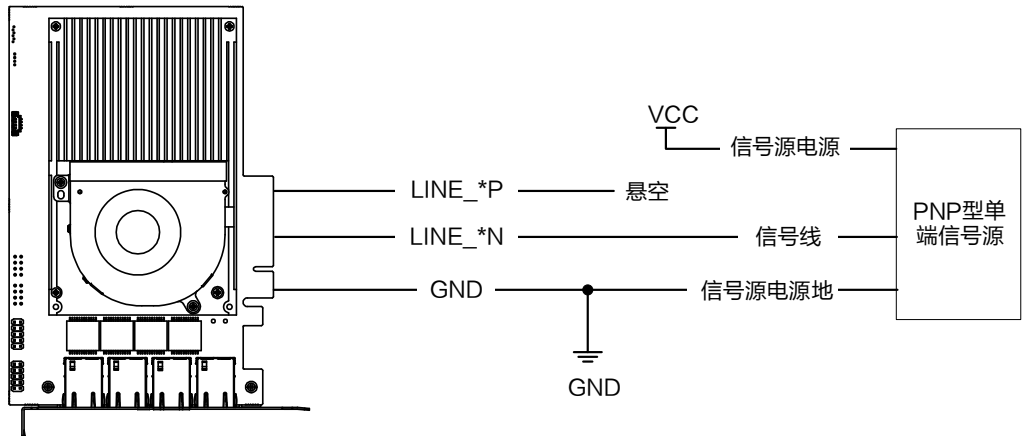
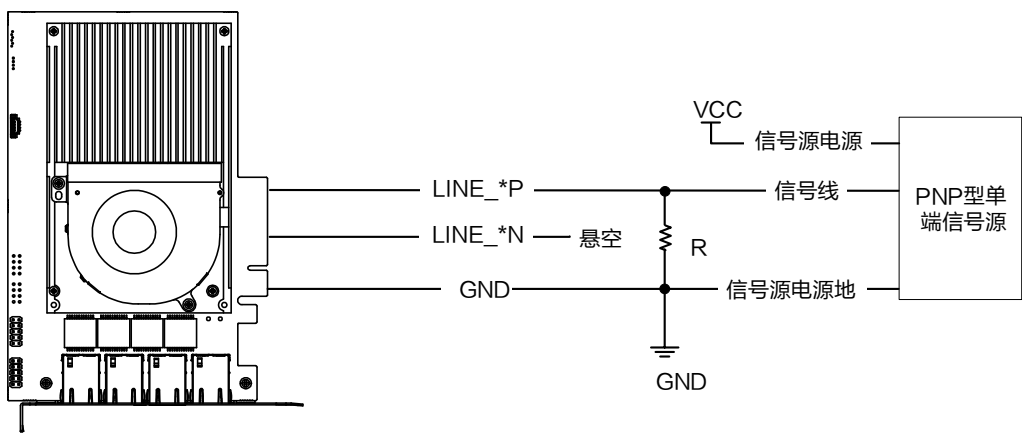

图5-4 PNP 单端输入接线（无需下拉电阻）
图5-5 PNP 单端输入接线（需下拉电阻）
- PNP 型单端信号源提供信号源时，有两种不同的接法，如图5-4和图5-5所示，其中图5-5接线图中下拉电阻阻值范围为 1 ~ 4.7 K Ω 。